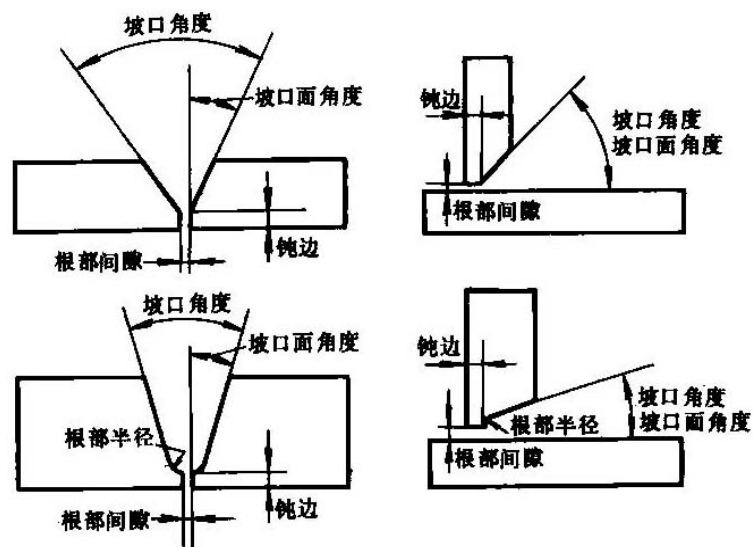

图 4
(2)坡口面角度和坡口角度 焊件表面的垂直面与坡口面之间的夹角称为坡口面角度，两坡口面之间的夹角称为坡口角度，见图 4。